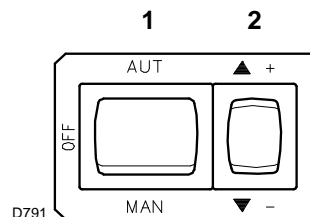
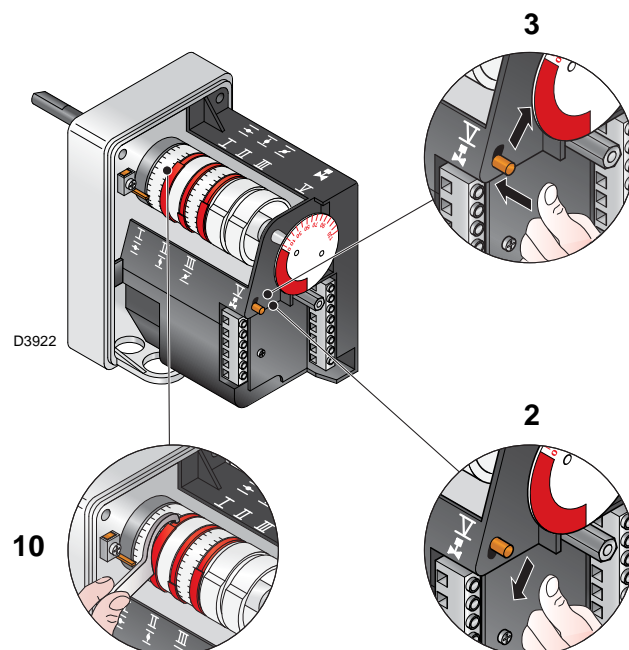

图 28
图 32
闭合温控器 / 压力开关，旋转开关至“手动”位置（图 28）。
按下“增大出力”按钮 2) (图 28) 并保持，直至伺服马达开启风门挡板和燃气蝶阀。
按下“降低出力”按钮 2)(图 28) 并保持，直至伺服马达关闭风门挡板，同时将燃气蝶阀关闭至 15° 角（此为工厂设定值）。
- 如需减小供气量，可依次逐步减小伺服马达凸轮 III（图 32）的角度（如从 15° 调至 13°，再调至 11°.....）。
- 如需增加供气量，轻轻按下“增大出力”按钮 2) 第 25 页图 28（增大蝶阀角度 10-15°），依次逐渐增大凸轮 III（图 32）的角度（如从 15° 增至 17°，再增至 19°.....）。
对凸轮 III 所进行的任何必要调整，尤其是微调，都必须使用专用工具 10)(图 32)。
图例 (图 32)